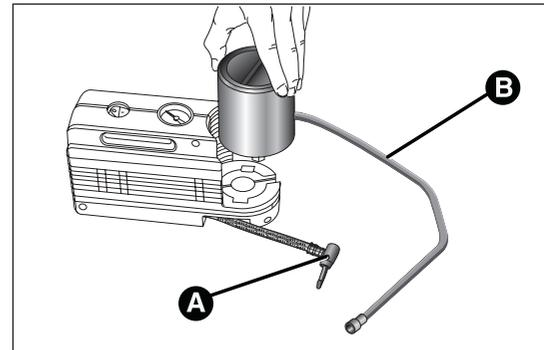

fig. 121
- débrancher le raccord A fig. 121 ;